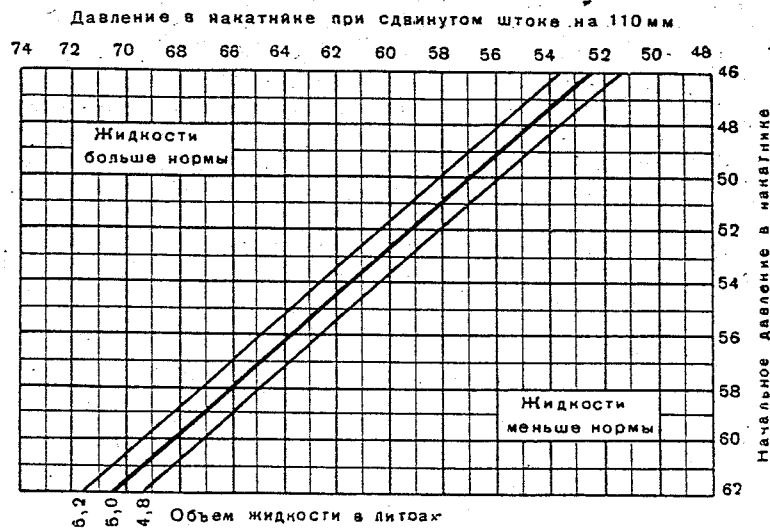

Рис. 60. График для определения количества жидкости в накатнике
8. По двум показаниям манометра на первой и второй рисках винта определить по графику (рис. 60), прикрепленному к щиту ограждения, количество жидкости в накатнике.